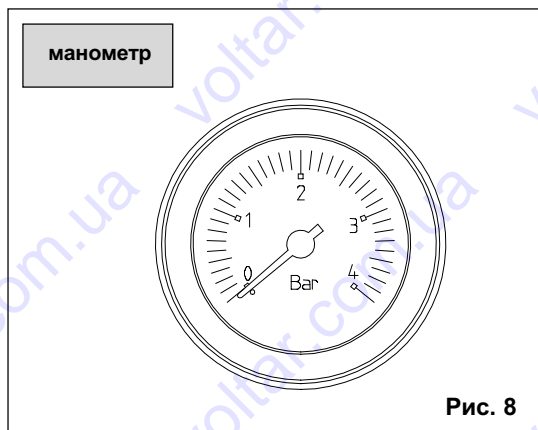

Рис. 8
- открыть кран заполнения системы отопления и довести давление в ней до 1 бар (рис.8).